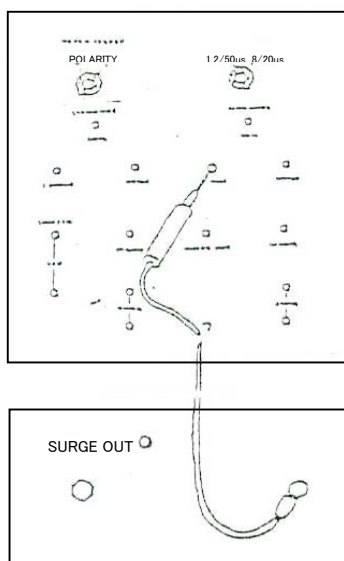

図 3
1. 駆動電源入力端子②③へ添付の電源ケーブルを接続し、プラグをコンセントに差し込みます。
2. 警告灯 H を警告灯出力端子②①へ接続し本体の頭部へ置きます。
3. 添付放電プローブを図 3 の要領に従って、出力波形切替部各端子の残留電圧を放電させます。クリップ側を図 3 の **GND 端子** に接続し、他の端子間を約 5s 位ずつショートさせます。
1. 放電プローブで、出力波形切替部各端子の残留電圧を放電させます。(図 3 参照)